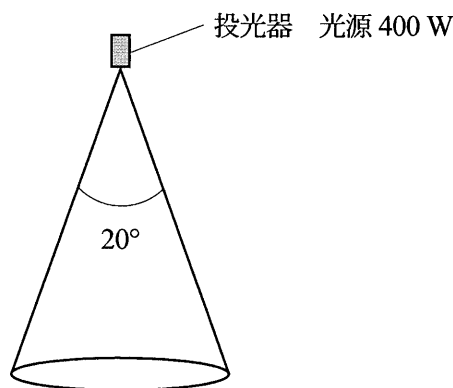

図 1
1) 400 W の光源を取り付けた投光器がある。図 1 に示すように、平面頂角  $20^\circ$  の円錐えんすい範囲内に全光束が投射されるとすると、その平均光度は